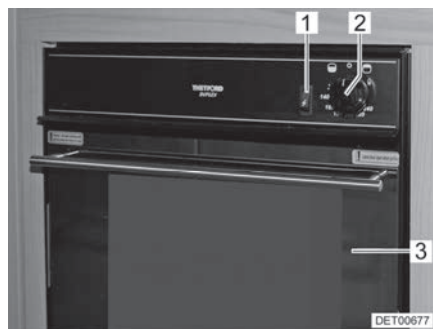
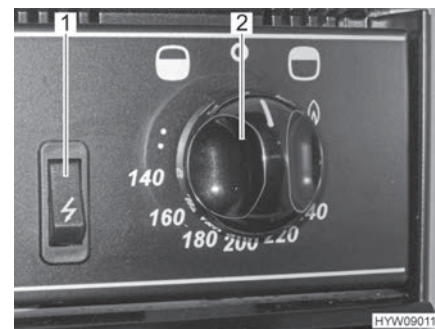

Fig. 101 Four à gaz avec grill
Fig. 102 Boutons de commande (four à gaz avec grill)
- Ouvrir complètement la porte du four (Fig. 101,3).
- Appuyer sur le bouton tournant (Fig. 101,2 et Fig. 102,2) et le régler à la puissance maximale en le faisant tourner dans le sens inverse des aiguilles d'une montre (en direction du symbole de four "☼").
- Enfoncer le bouton tournant (Fig. 101,2 et Fig. 102,2) et le maintenir enfoncé pendant 5 à 10 secondes. Le gaz s'écoule vers le brûleur.
- Appuyer sur l'interrupteur d'allumage (Fig. 101,1 et Fig. 102,1) jusqu'à ce que la flamme se consume.
- Appuyer sur le bouton tournant (Fig. 101,2 et Fig. 102,2) et le placer sur le symbole de la flamme en le faisant tourner dans le sens des aiguilles d'une montre (en direction du symbole de grill "☼").
- Placer le bouton tournant (Fig. 101,2 et Fig. 102,2) sur "O". La flamme s'éteint.